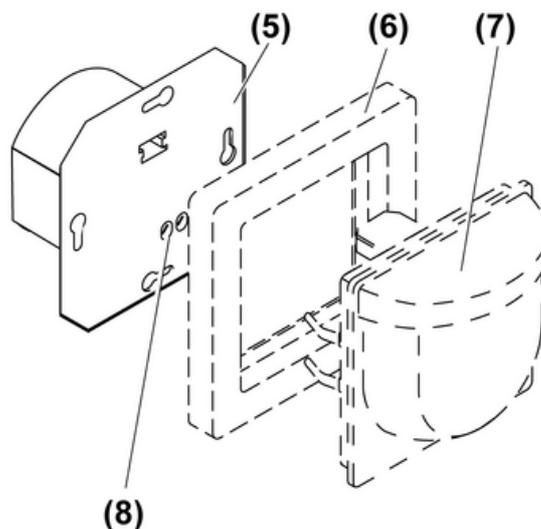

Figura 2
- (1) Interruttore automatico REG
- (2) Regolatore per spegnimento ritardato
- (3) LED on/off: Luce accesa/spenta
- (4) Regolatore per modalità di funzionamento
**Modulo impulsi (figura 2)**